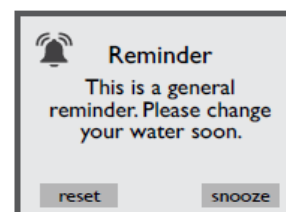

Figura 6.6f
4. Quando o temporizador expirar a contagem, uma mensagem será exibida no visor do painel de controle, Figura 6.6f. A água deverá ser drenada e substituída com água fresca.